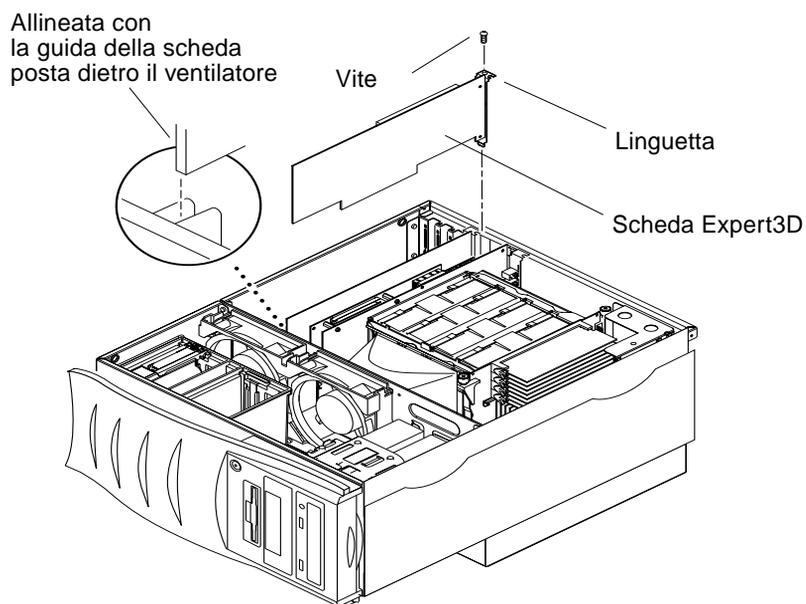

FIGURA 2-4 Installazione della scheda grafica Expert3D in un sistema Ultra 80
- b. **Spingere il connettore della scheda Expert3D verso il basso, in modo che entri in contatto con il corrispondente slot della scheda PCI posto sulla scheda madre (FIGURA 2-4).**